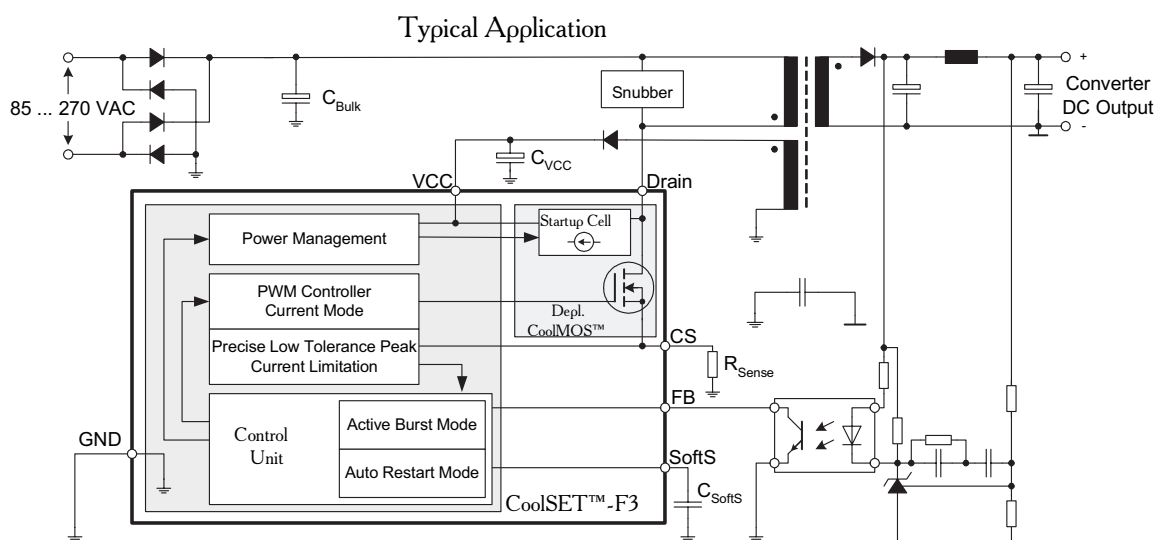

Рис. 47. Схема AC/DC источника питания на основе CoolSet.
Coolset — это высоковольтный силовой полевой транзистор, выполненный по технологии CoolMos, и схема аналогового и цифрового контроля в едином корпусе. Микросхема используется для построения гальванически развязанного, регулируемого преобразователя напряжения со всем комплексом необходимых защит (защита по току, защита от перегрева, защита от пониженного и повышенного напряжения питания). При этом требуется минимум внешних компонентов. Рабочая частота схемы 67 и 100 кГц. Схема Coolset может применяться как для DC/DC так и для AC/DC преобразователей напряжения мощностью до 120 Вт при переменном (50 Гц) входном напряжении 85...265 В или до 240 Вт при напряжении 195...265 В. Работа от более низкого входного напряжения возможна при снижении мощности источника питания. Схема обратноходового преобразователя напряжения с использованием Coolset представлена на рис. 47.
Для построения источника питания по схеме, показанной на рис. 47, необходимо в первую очередь решить следующие вопросы:
- Рассчитать остальные (см. рис. 47) элементы схемы.